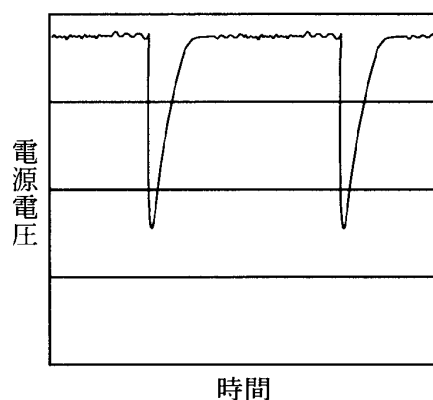

図 6 観測された電源電圧波形
- (1) 赤外線リモコン信号の学習では、既存のリモコンと携帯情報端末を直接対面させて処理していた。それでも、キャリアあり時間での測定で、外来ノイズの影響によって、本来信号がないタイミングでキャプチャ動作を行い、キャプチャした値が異常値になることがあった。ソフトウェアではどのように対策すべきか。50 字以内で述べよ。
- (2) 赤外線リモコンモードで送信していたとき、電池の残量が少なくなると、ヘッド部が送信されず、数十ミリ秒周期で異常に短い送信を繰り返す状態が観測された。このときの電源電圧を観測したところ、図 6 に示すような波形であった。解析の結果、赤外線リモコン信号の送信を開始したときに電源電圧が異常に低下していた。赤外線リモコン信号を送信するには赤外線 LED に数百 mA の大電流を流す必要があり、電池の残量が減っていると急激に電源電圧が低下し、マイコンが停止していることが分かった。その後、電源電圧が高くなってマイコンが動作すると、携帯情報端末が元からもっていたある機能が動作する。このために、数十ミリ秒周期で予想外の動作を繰り返していた。動作したある機能とは何か。10 字以内で答えよ。また、対策として、その機能の仕様の一部をどのように変更すればよいか。50 字以内で述べよ。